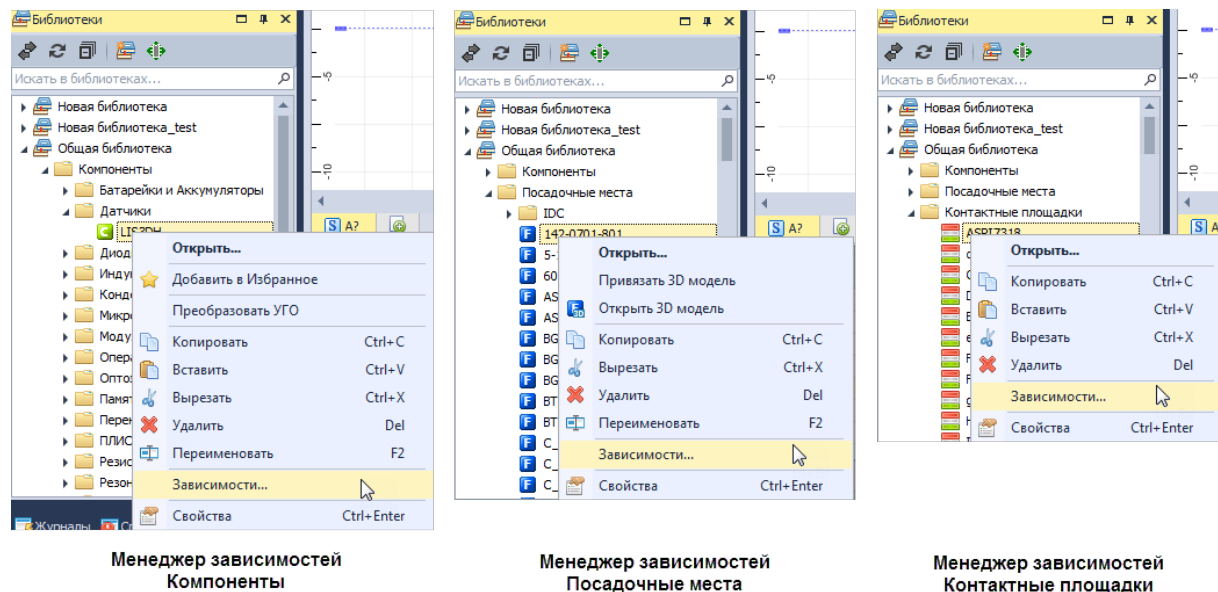

Рис. 336 Вызов менеджера зависимостей
2. Вызовите контекстное меню и выберите пункт «Зависимости», см. Рис. 336.